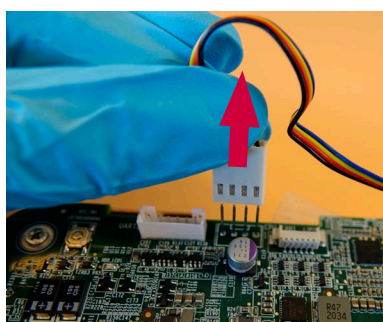

Figura 23 Desligar o cabo do ventilador
a) Desligar o conector do ventilador (Figura 23)
- g) **Ligue o cabo do ventilador (ver a Figura 12 e a Figura 23)**